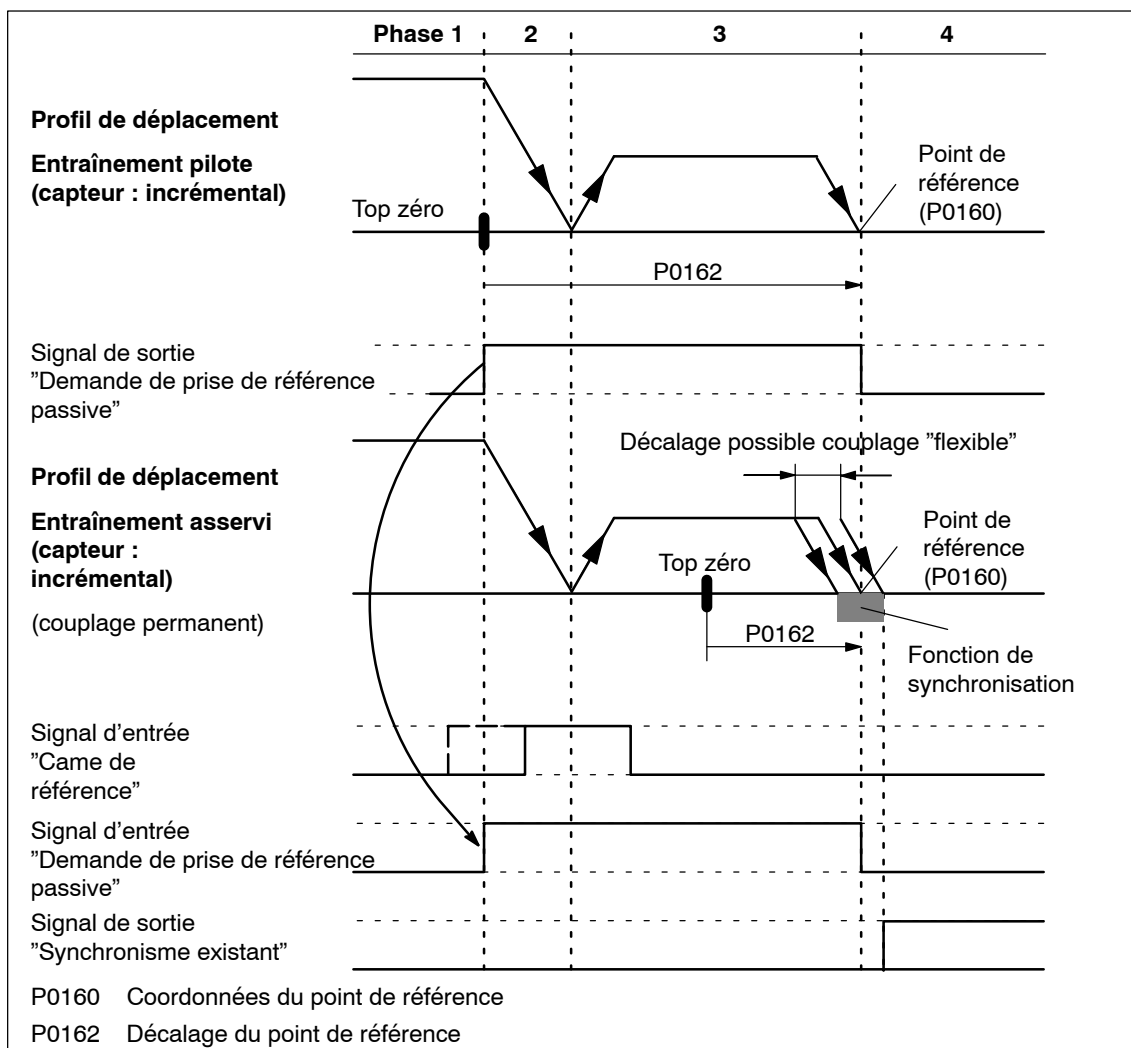

Fig. 6-39 Déroulement d'une prise de référence passive (entraînement pilote et entraînement asservi avec capteur incrémental)
1. Exécuter la prise de référence passive comme à l'accoutumée (figure 6-39).